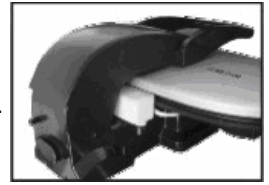

Imagen 9
- a.) Desprenda el botón (véase Imagen 9) (solo PIC 3000 D).